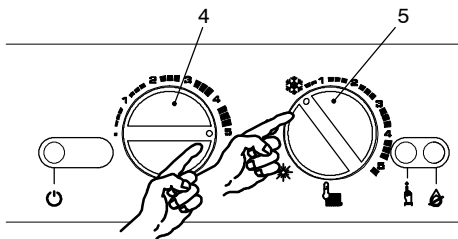

fig. 7.1
- 5 Colocar el conmutador de función 5 igual que en la fig. 7.1
- 6 Colocar el mando para la regulación de la temperatura del agua sanitaria 4 en el máximo fig. 7.1